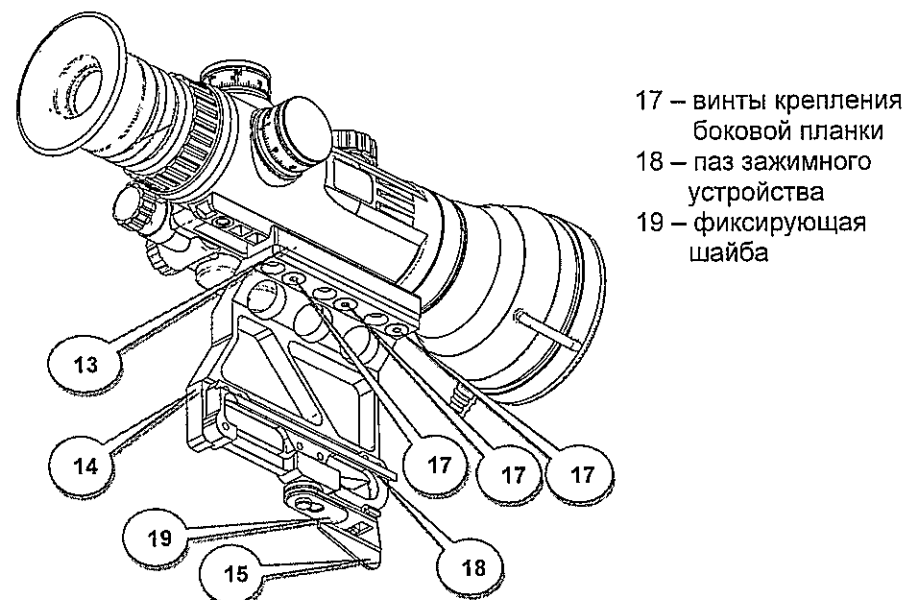

Рис. 2 – Установка боковой планки
Переходной адаптер (13) приклеен к корпусу изделия (см. рис.2).
При установке изделия необходимо совместить паз зажимного устройства (18) (см. рис. 2) с ласточкиным хвостом посадочного места на оружии, затем продвинуть изделие вперед до упора и закрепить его, повернув ручку (15) вперед до полной фиксации выступом за кронштейн изделия.
Для установки планки стандарта «Weaver», выкрутите винты (17) см. рис. 2). Прикрутите планку WP486 (20) (см. рис.3) с помощью тех же винтов (17) (см. рис. 2) к переходному адаптеру (13). Затяните винты ключом S3.